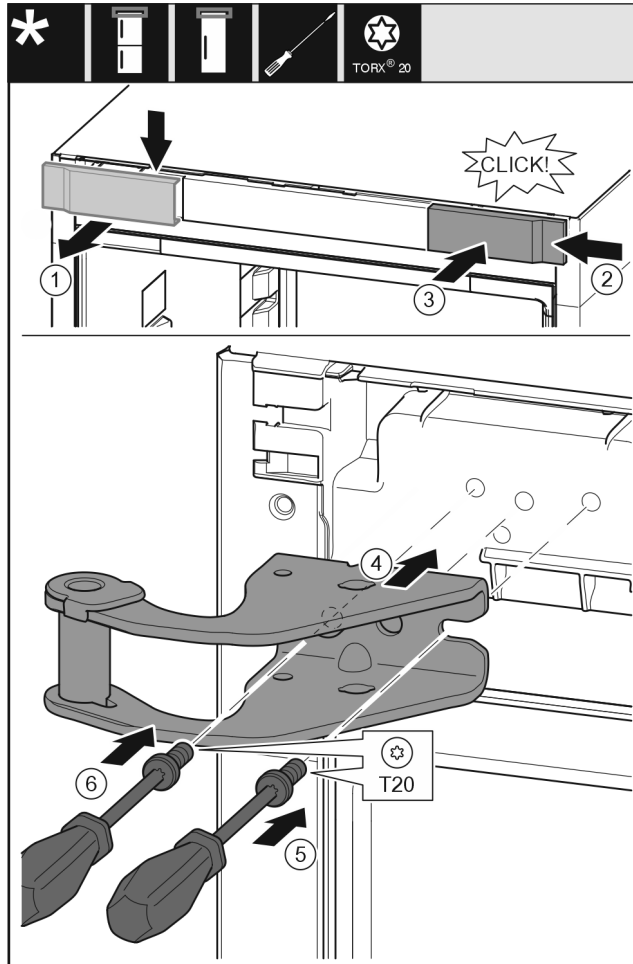

Fig. 11
- ▶ Vegye ki felülről a fedelet Fig. 11 (1) előre felé.
- ▶ Akassza be a fedelet Fig. 11 (2) 180°-kal elfordítva a másik oldalra jobb felől.
- ▶ Pattintsa be a fedelet Fig. 11 (3).
- ▶ Helyezze fel a felső csapágybakot Fig. 11 (4).
- ▶ Helyezze fel és húzza meg a csavart Fig. 11 (5) csavarhúzóval.
- ▶ Helyezze fel és húzza meg a csavart Fig. 11 (6) csavarhúzóval.